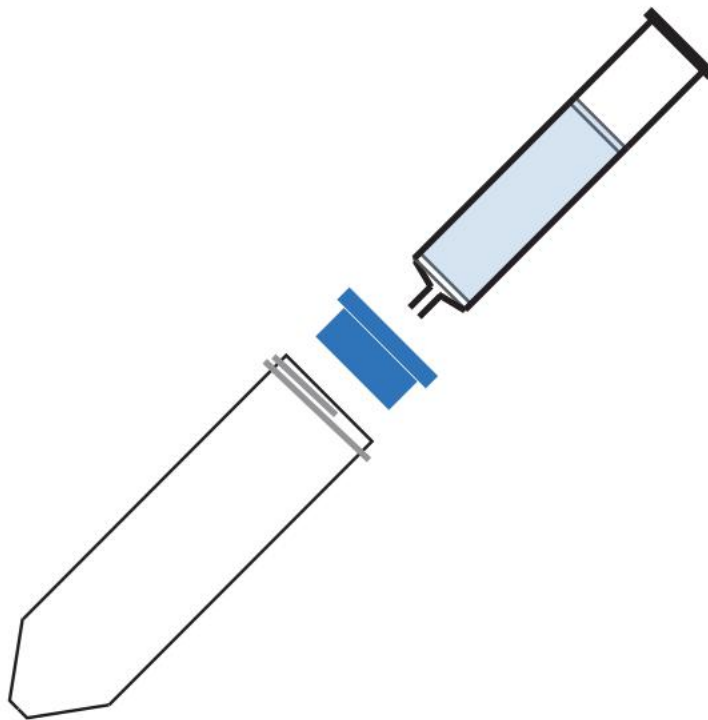

Fig 1. Assembly of column, adapter and collection tube.
- 4、将 PD-10 脱盐柱放入 50 mL 收集管中（参见 Fig.1）。